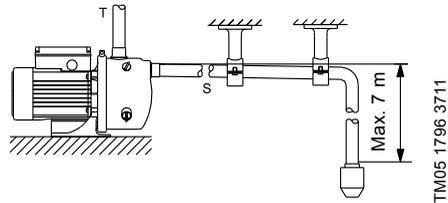

Fig. 2 Raccordement tuyauterie
Raccorder la tuyauterie de refoulement à l'orifice de refoulement de la pompe (T). Voir fig. 2.